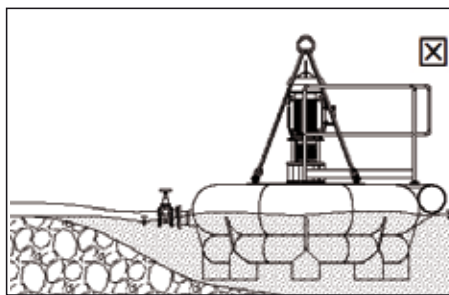
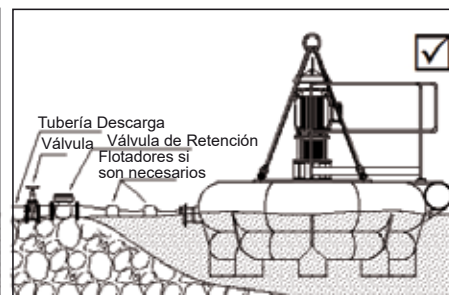

Figura 31
Figura 32
- La tubería de descarga debe tener una válvula de retención que proteja el equipo de golpes de ariete y del retorno de la columna de fluido cuando se detiene el equipo. Debe estar ubicada de manera que sea posible su reemplazo y que no provoque problemas de operación (figura 32).
- Es conveniente instalar la válvula de control al final de la sección flotante de la tubería de descarga, en la unión al sistema rígido de tubería, en tierra (figura 32), en todos los casos en que la situación geográfica del lugar de flotación del equipo lo permita, de esa manera se podrá manipular el punto de operación de la bomba con mayor facilidad de acceso y manipulación que si la válvula estuviera cerca de la balsa (figura 31). Otra ventaja de la instalación mostrada en la figura 32 radica en que no se somete al equipo en balsa a pesos externos desequilibrados que podría voltear y hundir el equipo. En esta situación, la tubería de descarga, al menos hasta antes de la válvula, debe ser capaz de soportar la totalidad de la presión máxima entregada por la bomba, ya que quedará siempre sometida a la presión de operación de la bomba.